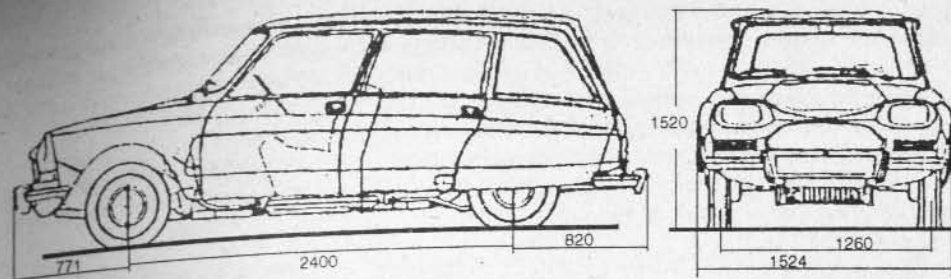

Fig. 1-2.— Dimensiones generales de automóvil Ami-8. Peso vacío, 760 kg.
3. Ami-8.— Este modelo Citroën (Fig. 1-2) tiene 4 puertas y 2 asientos transversales, para 4 a 5 personas, portaequipaje y puerta trasera. El asiento trasero es plegable, para aumentar la capacidad del portaequipaje. Su estructura está compuesta por una plataforma y por la carrocería superior, confortable y de atractivas líneas.
4. Citroën Visa.— Los modelos Special y Club tienen 4 asientos, 4 puertas laterales y una gran puerta trasera (Fig. 1-2), con asiento trasero plegable.